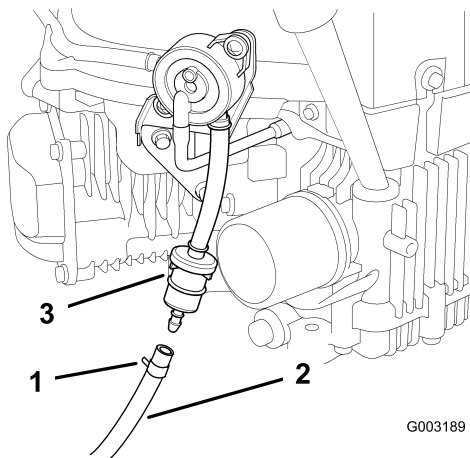

Figura 42
5. Allentate la fascetta stringitubo e spostatela in alto sul tubo del carburante, lontano dalla valvola di intercettazione del carburante (Figura 42).
4. Premete le estremità delle fascette stringitubo ed allontanatele dal filtro (Figura 42).
6. Montate il nuovo filtro con la direzione della freccia del flusso proveniente dal serbatoio del carburante e rivolta verso il motore ed avvicinate le fascette stringitubo al filtro (Figura 42).
6. Togliete i tubi del carburante dal filtro del carburante (Figura 42).
8. Collegate il tubo del carburante al filtro del carburante. Infilate la fascetta vicino al filtro del carburante, per fissare il tubo del carburante (Figura 42).